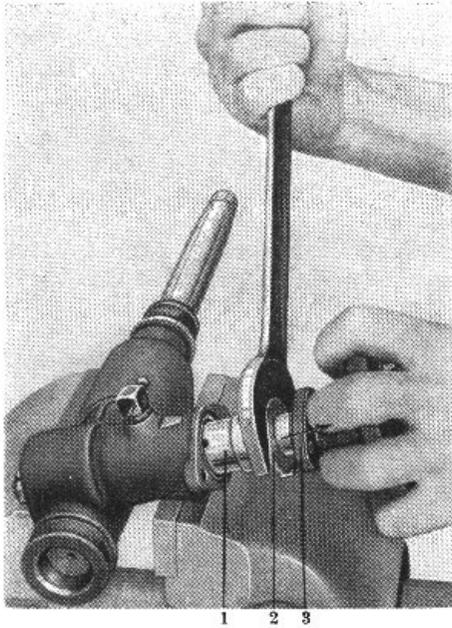

Bild L 11. Ritzel ausbauen
- (1) Mitnehmer, (2) Nut für Befestigungsschraube des Mitnehmers, (3) Deckflansch, (4) Flansch, (5) Buchse (Exzenter), (6) Ritzel, (7) Schlagdorn
6. Ritzel komplett mit kurzen Drehbewegungen (30 mm SW) (Bild L 11) aus dem Gehäuse herausziehen.